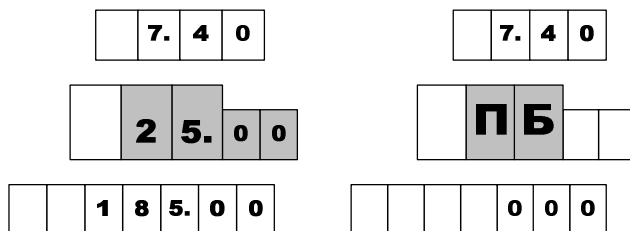

Рисунок 4
8.2 Для выдачи топлива необходимо задать дозу с системы управления. Когда устройство будет готово к отпуску топлива, в средней строке табло мигающими символами отобразится величина *заданной* дозы, а в случае отпуска "до полного бака" – символы "ПБ" (рисунок 4). Это дает клиенту удобный способ определить, когда можно начать заправку, а также убедиться, что задано именно то количество топлива, которое он заказывал. Для запуска налива необходимо снять раздаточный кран или подать команду "Пуск" с системы управления, после чего значения стоимости и объема на табло обнуляются. С этих пор на табло отображается *отпущенная* на текущий момент доза.